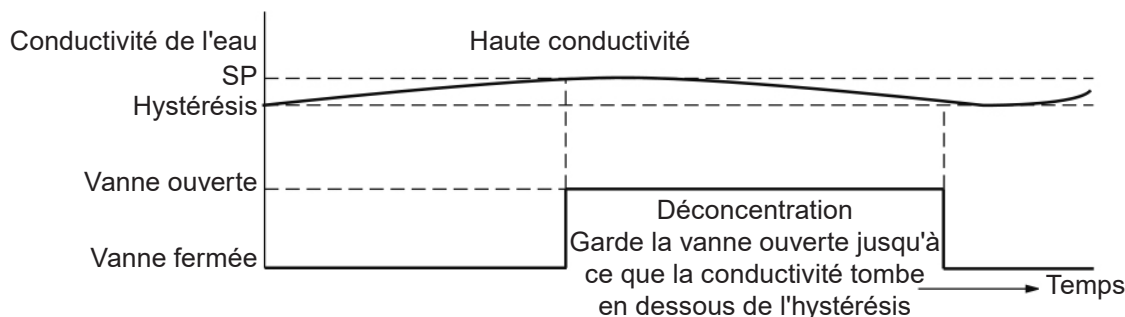

Fig. 16 - Régulation Tout-ou-Rien sans purge
Utilisé lorsque la sonde est montée dans la chaudière. La sonde est capable de surveiller en permanence la conductivité de la tige de sonde à l'enveloppe de la chaudière. Lorsque la valeur TDS / conductivité dépasse le point de consigne (SP), la vanne s'ouvre et reste ouverte jusqu'à ce que la valeur TDS / conductivité tombe en dessous de l'hystérésis. Voir la figure 16.